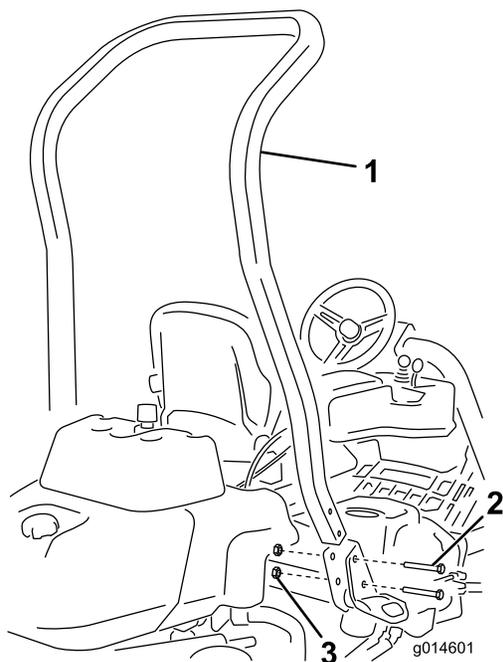

図3
3. 機体の左右にあるポケットにROPSを差し込み、ボルト $\frac{1}{2}$ " x $3\frac{3}{4}$ "4本とフランジナット4本 $\frac{1}{2}$ "で図3のように固定する。